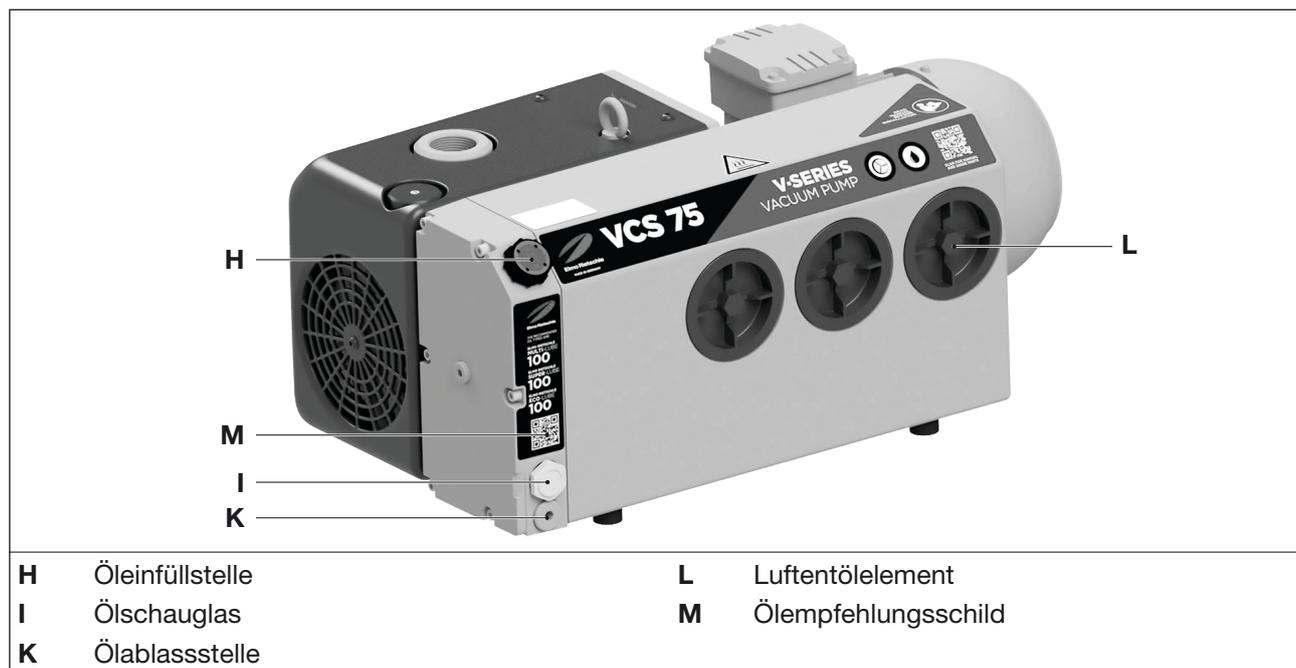

Abb. 7 Ölwechsel und Entölung
Als Betriebsmittel empfehlen wir die Verwendung folgender Elmo Rietschle Öle, siehe Ölempfehlungsschild (Abb. 7/M) sowie Tab. 3 auf Seite 31:
- Verschluss der Öleinfüllstelle (Abb. 7/H) öffnen und Öl bis zur Oberkante des Schauglases (Abb. 7/I) auffüllen.
- Verschluss der Öleinfüllstelle (Abb. 7/H) öffnen, Ölablassstelle (Abb. 7/K) öffnen und Altöl vollständig ablassen.
- Ölablassstelle (Abb. 7/K) verschließen und neues Öl an der Öleinfüllstelle (Abb. 7/H) einfüllen.
- Ölstand am Schauglas (Abb. 7/I) kontrollieren.
- Luftentölelemente (Abb. 7/L) mit einem Ringschlüssel (Schlüsselweite 19 mm) gegen den Uhrzeigersinn herausschrauben.